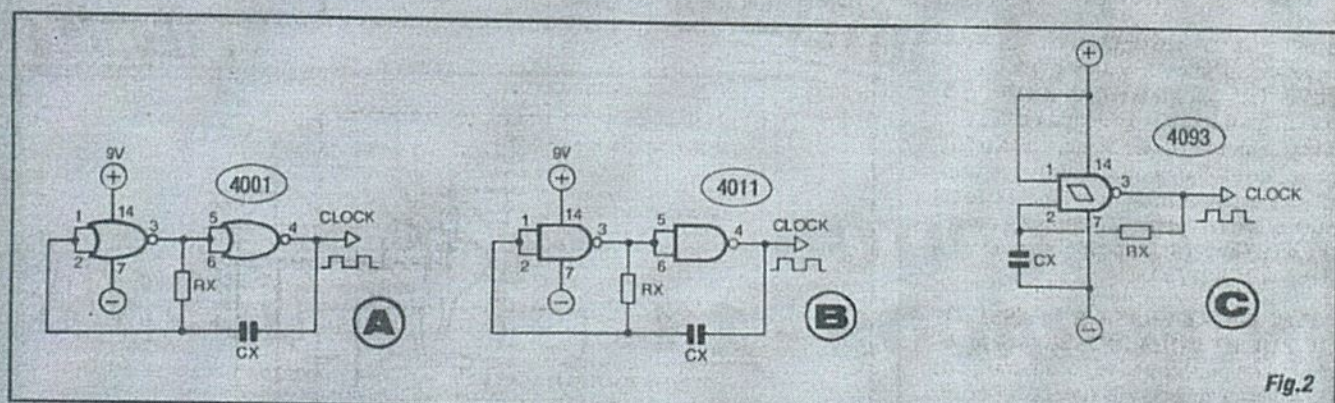

Fig.2
- FIG. 2-A - CLOCK COM GATES NOR - Nada mais do que um ASTÁVEL com *gates* NOR, com Frequência determinada pelos valores de R_x e/ou C_x . O arranjo já foi estudado em "Aula" específica anterior, onde também foi vista a possibilidade de transformar o circuito num *clock* dotado de "terminal de autorização"...
- FIG. 2-B - CLOCK COM GATES NAND - Um ASTÁVEL com *gates* NAND, sempre com a Frequência dependente dos valores de R_x e/ou C_x . Também pode ser estruturado de forma a mostrar um terminal de "autorização", conforme visto em "Aula" anterior... Notar que os dois exemplos, 2-A e 2-B, também podem ser facilmente organizados com *gates* simples inversores...
- FIG. 2-C - CLOCK COM GATE SCHMITT TRIGGER - Dentro de estruturas puramente CMOS, é - provavelmente - o mais simples arranjo de *clock*, já que utiliza, ativamente, apenas um *gate* (no caso um NAND contido num 4093...). A Frequência do "trem" de pulsos é determinada (como sempre...) pelos valores de R_x e/ou C_x ... Pode também ser dotado de terminal de autorização... Existe ainda a possibilidade de se organizar o arranjo a partir de um *gate* simples inversor, com função *Schmitt Trigger*...